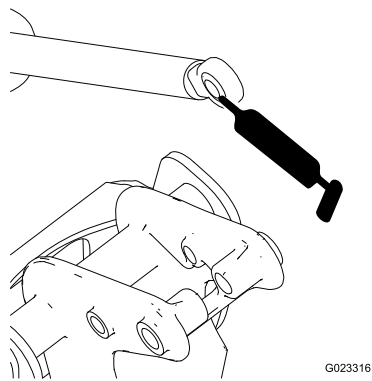

Figure 19
6. Manipulez le côté roulement de la tige d'actionneur et appliquez de la graisse dans le roulement (Figure 19).